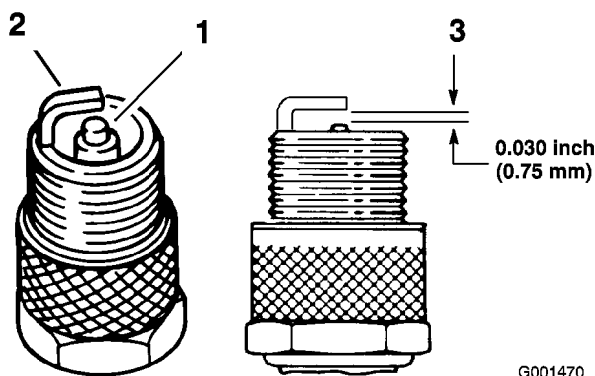

Figure 37
1. Examinez le centre des bougies (Figure 37). Si le bec de l'isolateur est recouvert d'un léger dépôt gris ou brun, le moteur fonctionne correctement. S'il est couvert d'un dépôt noir, c'est généralement signe que le filtre à air est encrassé.
2. Contrôlez l'écartement entre l'électrode centrale et l'électrode latérale (Figure 37). Courbez l'électrode latérale (Figure 37) si l'écartement est incorrect.
3. Connectez les bougies (Figure 37).